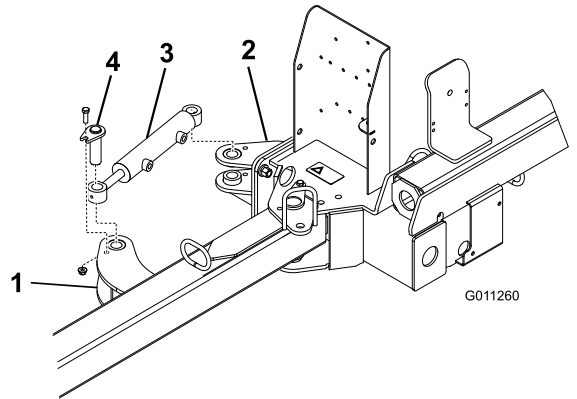

Figure 6
2. Fixez chaque extrémité du vérin hydraulique à une patte de commande à l'aide d'une goupille, d'un boulon (3/8" x 1/4") et d'un écrou à embase (3/8") (Figure 6).